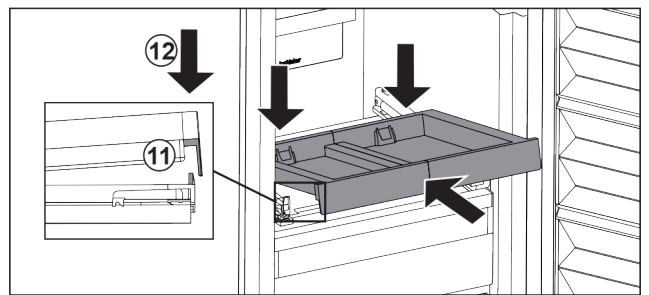

Fig. 122
- Inserire in modo inclinato. Assicuratevi che l'arresto sia dietro la linguetta su entrambi i lati. Fig. 122 (11)
- Abbassare il ripiano estraibile nella parte anteriore. Fig. 122 (12)